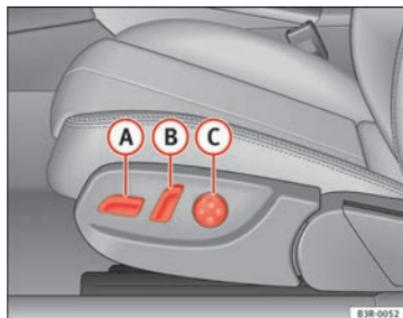
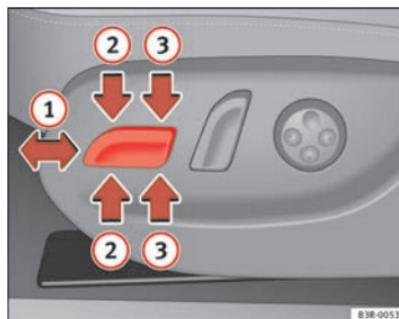

Fig. 106 Asiento delantero: Mandos para el ajuste
Fig. 107 Asiento delantero: Mandos para el ajuste de los asientos
- Desplace el mando **A** ⇒ fig. 106 hacia adelante o hacia atrás **1** ⇒ fig. 107 ⇒ **!**.